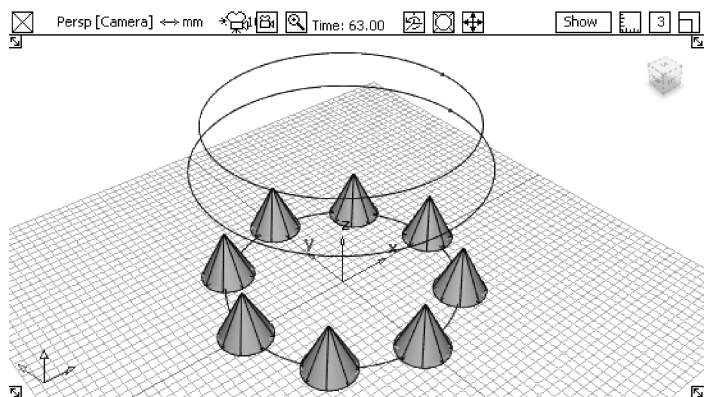

图 7-39 创建模型
- 02 在视图窗口创建几个圆锥体，以及几条曲线。用这些模型进行【Autofly】的演示，如图 7-39 所示。